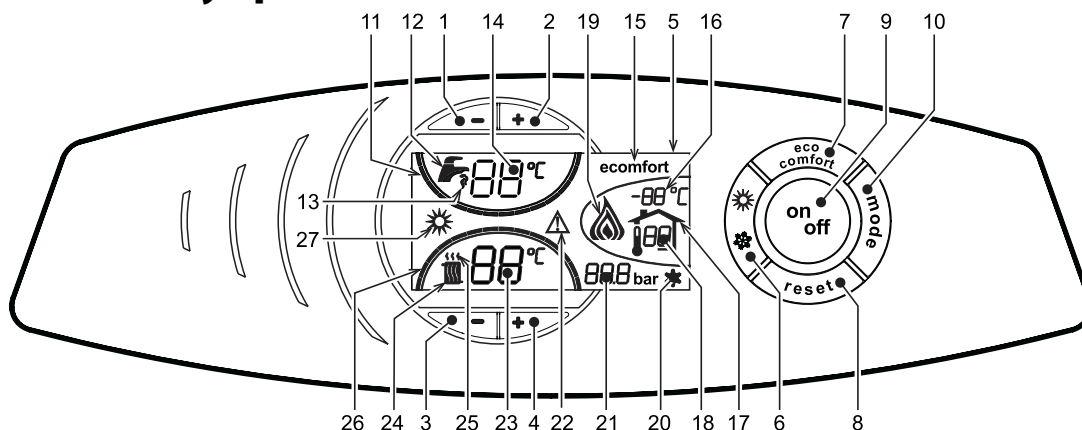
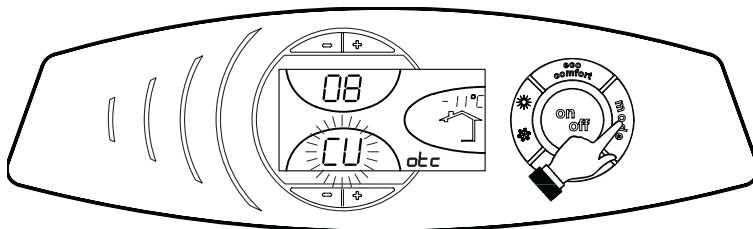
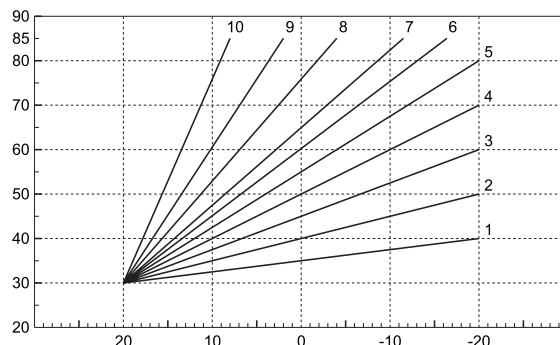
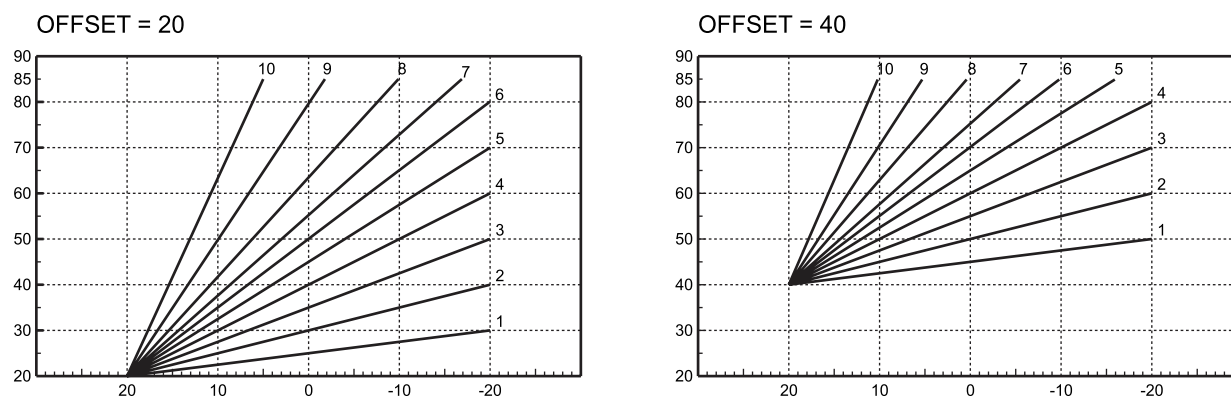

рис. 1 - Панель управления
рис. 11 - Кривая компенсации
рис. 13 - Компенсационные характеристики
рис. 14 - Пример параллельного смещения компенсационных характеристик
О поступлении команды на включение отопления (от комнатного термостата или от пульта ДУ) предупреждает мигание индикатора теплого воздуха, над радиатором (поз. 25 - рис. 1).
Индексные метки с подсветкой системы отопления (поз. 26 - рис. 1) зажигаются по мере приближения измеряемой датчиком температуры к заданному значению.
1. О поступлении команды включения котла на нагрев бойлера, генерируемой при остывании воды в бойлере, предупреждает мигание соответствующего индикатора (поз. 13 - рис. 1). **Убедитесь, что функция Comfort включена (поз.15 - рис. 1)**
Индексные метки с подсветкой системы ГВС (поз. 11 - рис. 1) зажигаются по мере приближения измеряемой датчиком температуры к заданному значению.
При включенной системе нагрева воды в бойлере (заводская установка) на дисплее отображается символ режима COMFORT (поз. 15 - рис. 1); наоборот, если система нагрева выключена, на дисплее высвечивается символ режима ECO (поз. 15 - рис. 1)
Бойлер может быть выключен пользователем (режим ECO) путем нажатия кнопки  (поз. 7 - рис. 1).
Для включения режима COMFORT снова нажмите клавишу  (поз. 7 - рис. 1).
Символ пламени на дисплее (поз.19 - рис. 1) моргает.
Нажмите клавишу  (поз. 9 - рис. 1) в течение 1 секунды.
Для повторного включения котла вновь нажмите клавишу  (поз. 9 рис. 1) в течение 1 секунды.
- Нажмите кнопку ВКЛ/ВЫКЛ (поз.9 - рис. 1)
Нажмите клавишу  (поз. 6 - рис. 1) в течение 1 секунды.
На дисплее высвечивается символ «Лето» (поз. 27 - рис. 1). При этом котел будет работать только на контур ГВС. Система защиты от замерзания остается активной.
Для переключения в режим «Зима» вновь нажмите клавишу  (дет. 6 - рис. 1) в течение 1 секунды.
Температура в системе отопления регулируется в пределах от 30 °C до 90 °C с помощью клавиш  (поз. 3 и 4 рис. 1); однако, не рекомендуется эксплуатировать котел при температуре ниже 45 °C.
Температура воды в бойлере ГВС регулируется в пределах от 10°C до 65°C с помощью клавиш  (поз. 1 и 2 - рис. 1).
При наличии датчика уличной температуры (опция) на дисплее панели управления (поз. 5 - рис. 1) отображается измеряемая этим датчиком температура. При этом система управления котлом работает в погодозависимом режиме. В этом режиме температура воды, подаваемой в систему отопления, регулируется в зависимости от уличной температуры с тем, чтобы обеспечить максимальный комфорт и экономию энергетических ресурсов в течение всего отопительного сезона. Так, при повышении уличной температуры понижается температура подачи воды в систему отопления, что производится по установленной «кривой компенсации».
С переключением в погодозависимый режим величина температуры, устанавливаемой клавишами  (поз. 3 и 4 - рис. 1) соответствует максимальной температуре подачи воды в систему отопления. Рекомендуется устанавливать максимальное значение заданной температуры с тем, чтобы позволить системе регулировать изменение температуры во всем диапазоне значений.
При однократном нажатии кнопки  (поз. 10 - рис. 1) на дисплей выводится текущая компенсационная характеристика (рис. 11), которую можно изменить с помощью кнопок задания температуры воды ГВС  (поз. 1 и 2 - рис. 1). Измените конфигурацию кривой в пределах от 1 до 10 в зависимости от характеристики (рис. 13). При задании значения 0 функция регулировки в режиме плавающей температуры исключается.
При одновременном нажатии кнопок регулировки температуры отопления  (поз. 3 и 4 - рис. 1) открывается доступ к параллельному смещению характеристик (рис. 14), с помощью кнопок регулировки температуры в контуре ГВС  (поз. 1 и 2 - рис. 1).